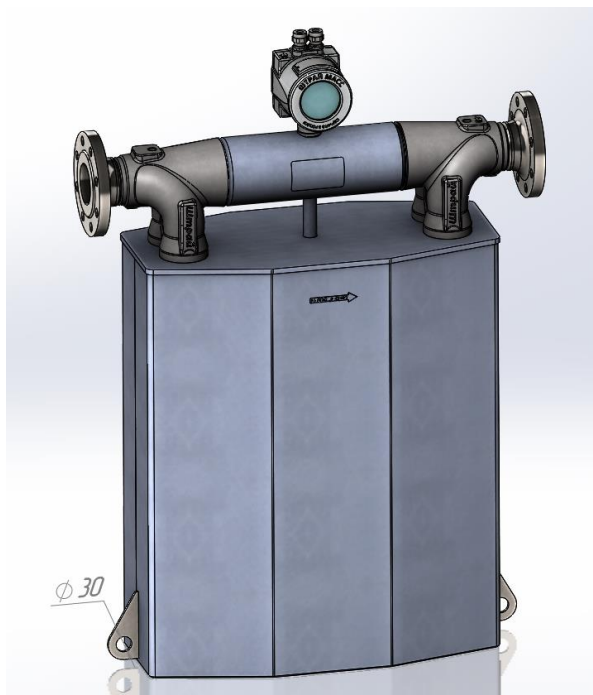
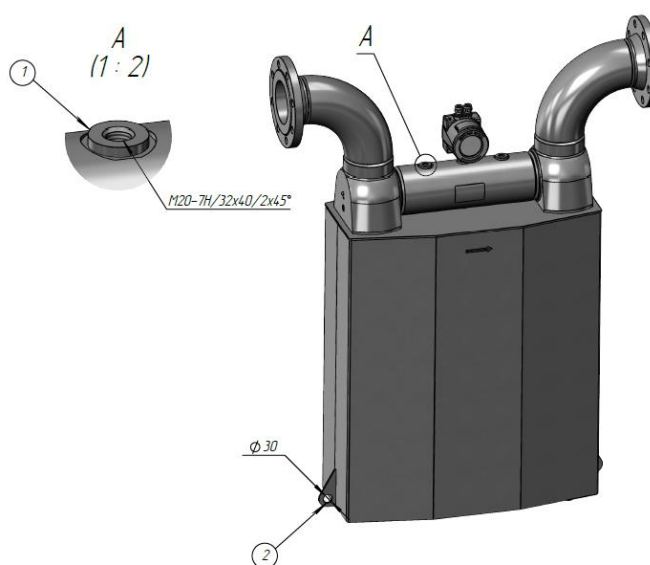

Рисунок 2.3 К описанию способов перемещения ППВ с диаметром условного прохода Ду80
Рисунок 2.4 К описанию способов перемещения ППВ с диаметром условного прохода Ду100, Ду150.
2. При помощи стропы на текстильной основе, согласно РД 24-СЗК-01-01, и крюков, согласно ГОСТ 2105-75, соответствующей грузоподъемности, продетой через отверстия диаметром 30 мм (Рисунок 2.3) в ушах кожуха прибора.
1. При помощи рым-болтов с поворотной петлей, с резьбой М20, по ГОСТ 4751-73, установленных в специальных местах прибора (Рисунок 2.4 обозначение 1).
2. При помощи стропы на текстильной основе, согласно РД 24-СЗК-01-01, и крюков, согласно ГОСТ2105-75, соответствующей грузоподъемности, продетой через отверстия диаметром 30 мм (Рисунок 2.3) в ушах кожуха прибора (Рисунок 2.4 обозначение 2).